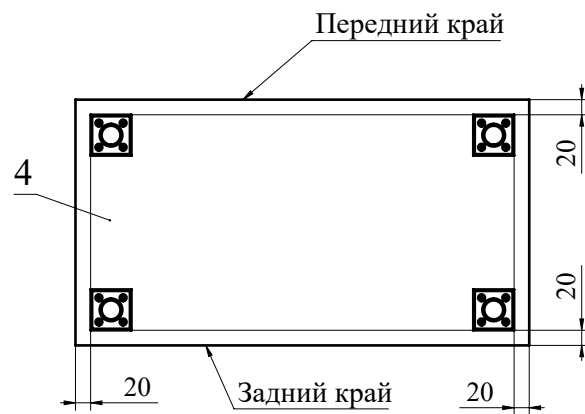

Рис.8
7. Прикрутите при помощи шурупов 3,5х16 опоры к детали 4 (Рис. 8).